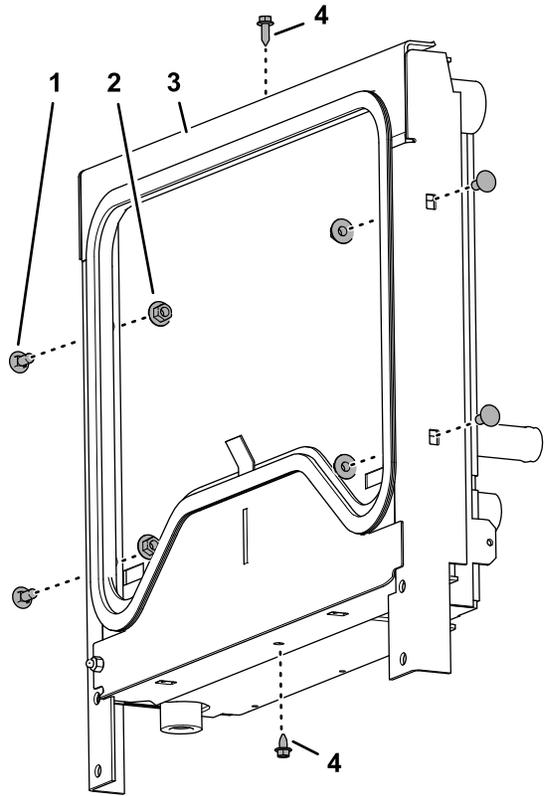

图27
2. 用 2 个凸缘头螺丝 $\frac{1}{4} \times \frac{3}{4}$ 英寸将安装架松松安装到散热器/油冷却器 图27。
3. 用 4 个托架螺栓 $5/16 \times \frac{3}{4}$ 英寸和 4 个锯齿凸缘螺母 $5/16$ 英寸将安装架安装到散热器/油冷却器 图27。拧紧锯齿凸缘螺母和凸缘头螺丝。